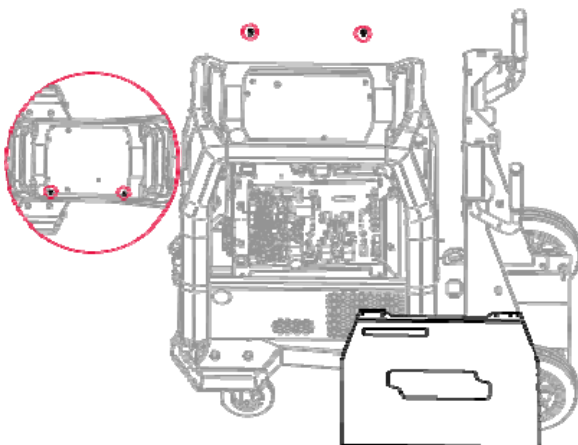

Figura 3
- Desatornille y retire la cubierta lateral del Speedtec - suelte los dos tornillos M5x20 (Figura 3).